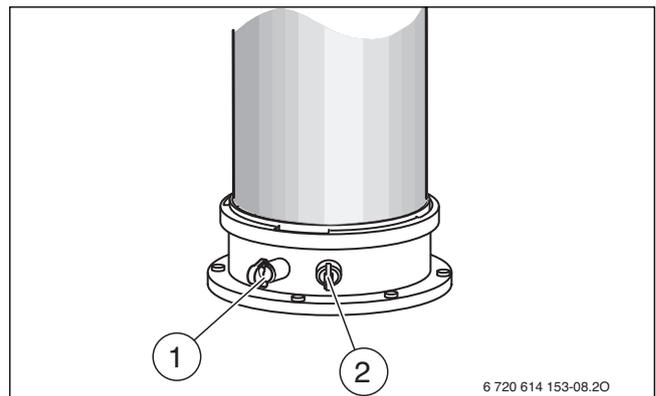

Bild 98
- ▶ Stopfen am Verbrennungsluft-Messstutzen [2] entfernen (→ Bild 98).
- ▶ Stopfen am Abgassmessstutzen [1] entfernen (→ Bild 98).